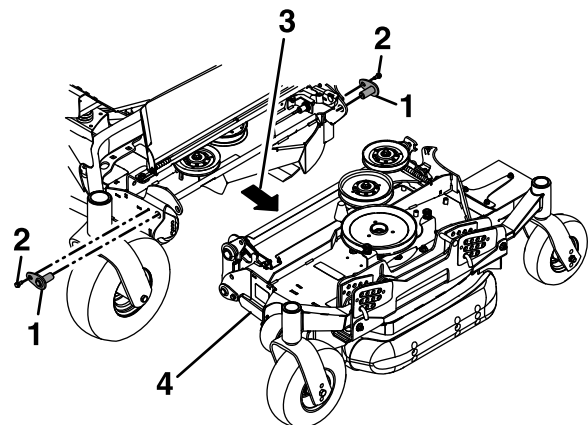

Figura 85
12. Retire y guarde los pernos que sujetan los pasadores de giro superiores a la carcasa, y luego retire los pasadores de giro (Figura 85).
13. Tire de la carcasa lateral hacia fuera para separarla de la carcasa central (Figura 85).
Alinee e instale los pasadores de giro superiores en la parte delantera y trasera de la carcasa, y sujételos con los pernos que se retiraron anteriormente (Figura 85).